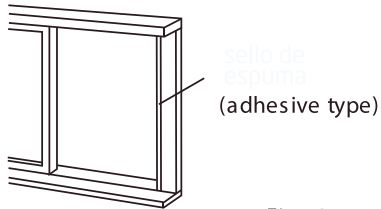

Fig.12
1. Corte el sello de espuma (tipo adhesivo) a la longitud adecuada y fíjelo al taburete de la ventana. Ver Fig. 12.